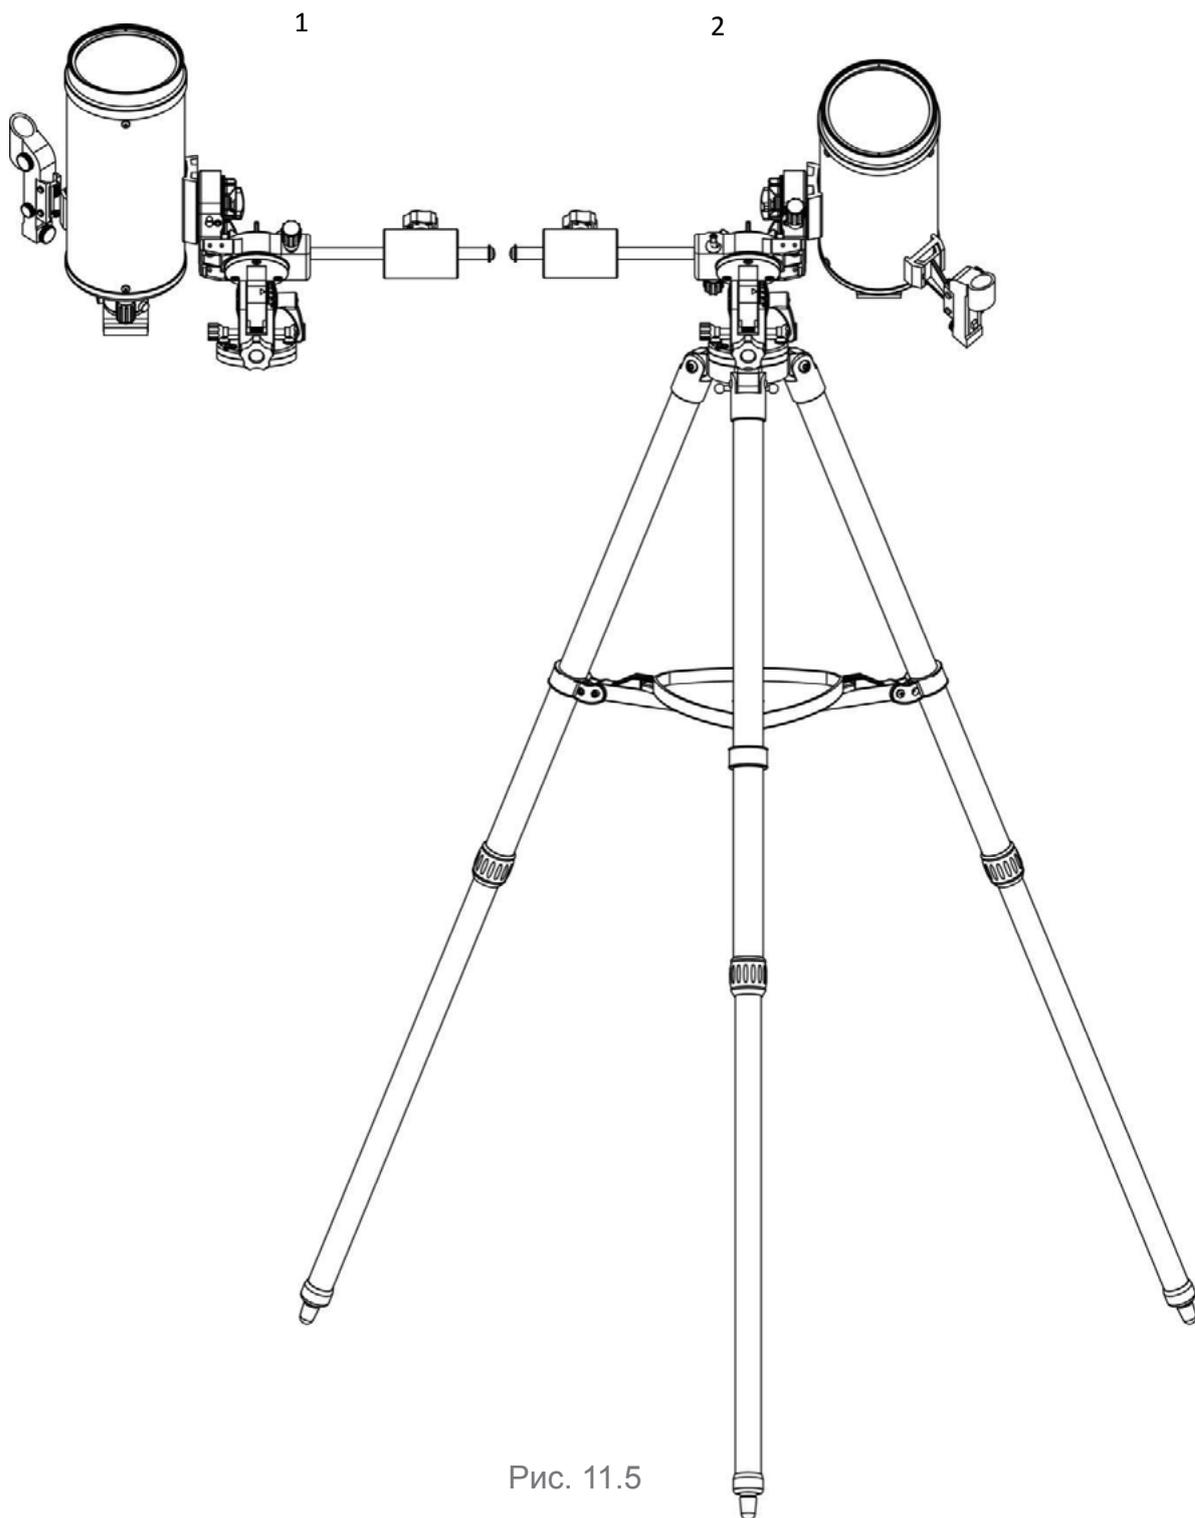

Рис. 11.5
Для наведения телескопа на объект, расположенный, например, на юге (рис. 11.5), оптическую трубу телескопа можно установить на любой стороне монтировки. Когда требуется выбрать одну из сторон, особенно для длительных наблюдений, наблюдателю в Северном полушарии следует выбрать восточную сторону (рис. 11.5.2). В противном случае, ведение объекта вдоль оси прямого восхождения (RA) сместит оптическую трубу с монтировки.